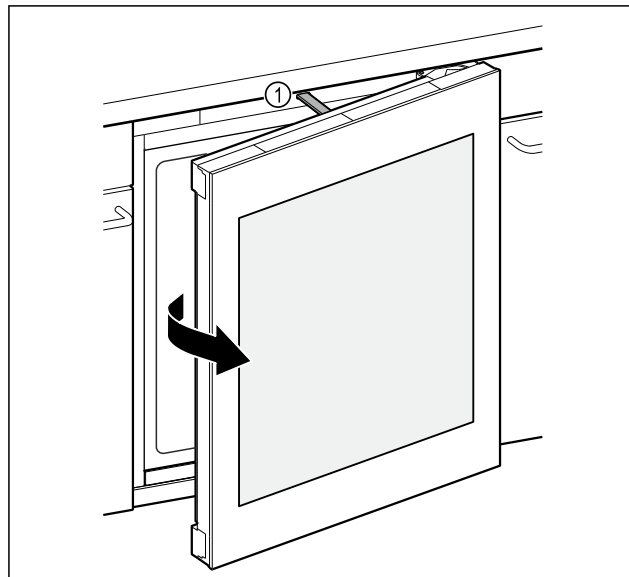

Fig. 84
- ▶ Skubbestangen Fig. 84 (1) åbner døren ca. 7 cm.